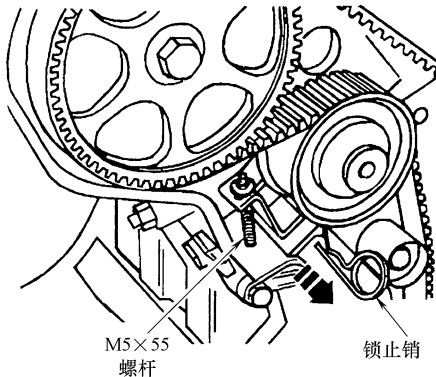

图 1-45 拧入螺栓
10) 将一个 M5 × 55 的螺杆拧入正时带张紧器支架中（图 1-45），在螺杆上安装六角螺母和垫圈。